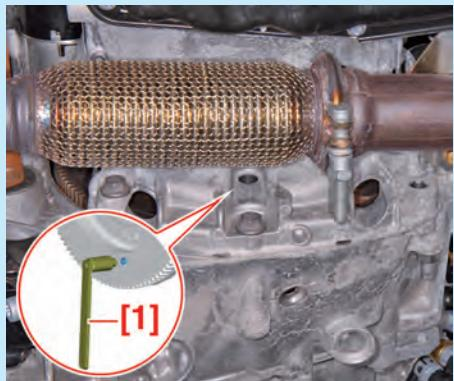

Fig.2
- Tourner le vilebrequin en position de pigeage et bloquer le volant moteur à l'aide de l'outil [1] (Fig.2).